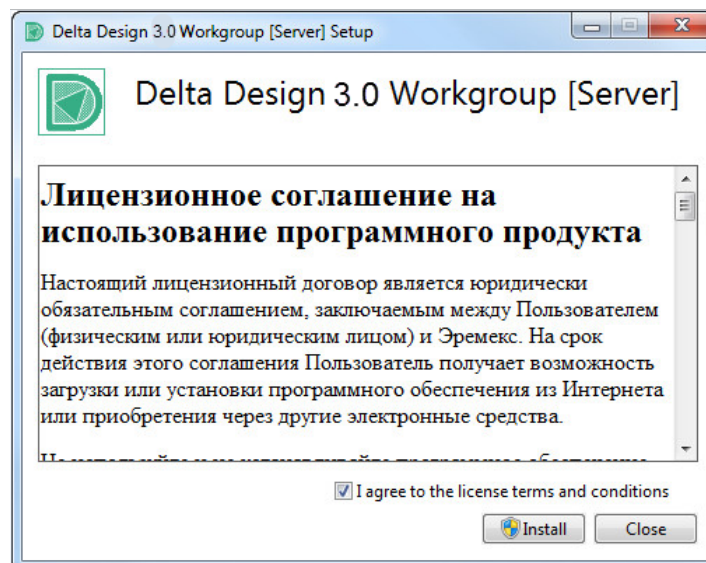

Рис. 9 Лицензионное соглашение в мастере установки
4. Ознакомьтесь с лицензионным соглашением в первом окне мастера установки, и в случае принятия условий, установить флаг в поле «I agree to the license terms and conditions», затем нажмите кнопку «Install», см. Рис. 9. Установка будет запущена.